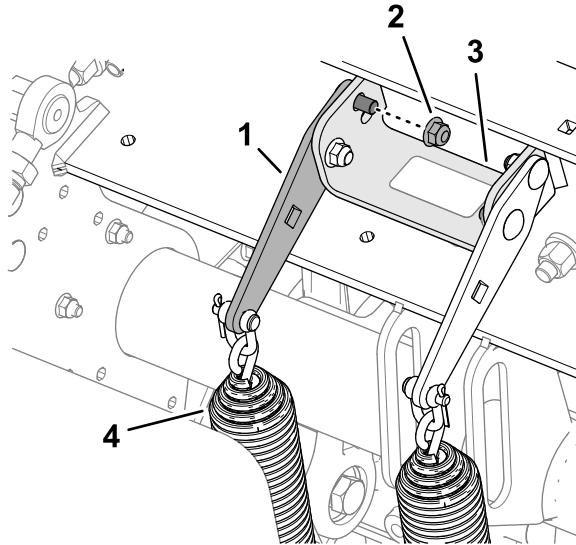

図 109
- スプリングテンションプレートをコアリングヘッドのサポートブラケットに固定している前側フランジロックナットとキャリッジボルトをゆるめる図 109。